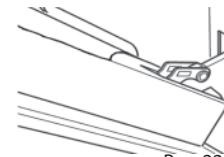

Рис. 22
- Медленно закрывайте дверь (Рисунок 22), пока левая и правая защелка А не зафиксируются на части двери В (Рисунок 22).